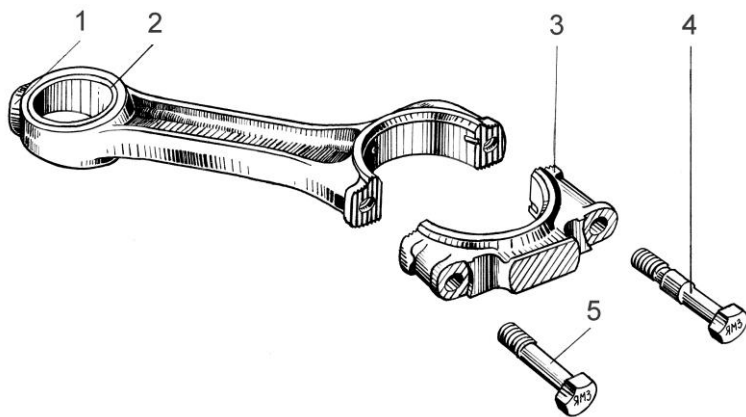

Рис. 14. Шатун:
**Шатун** (рис. 14) - стальной, двутаврового сечения, с косым разъемом нижней головки, со скосами на верхней головке, без масляного канала в стержне.